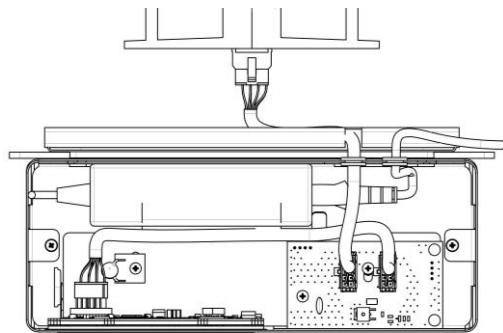

Рис. 20
- Подключите провод от вентиляционного блока к плате управления, см. Рис. 20.